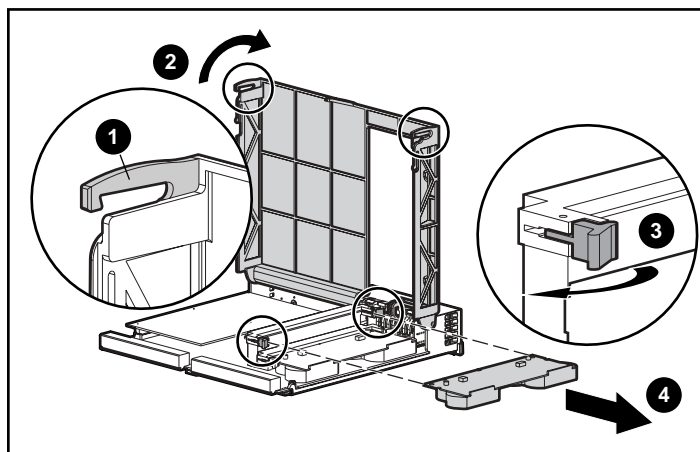

Figura 3: Rimozione del modulo cache
3. Come mostrato nella Figura 3, sganciare le staffe di aggancio del coperchio del controller ❶ sulla parte posteriore del controller, quindi sollevare il coperchio ❷.
Nota: Il controller mostrato nella Figura 3 è stato ruotato in modo da rendere visibili le parti posteriore e laterale.